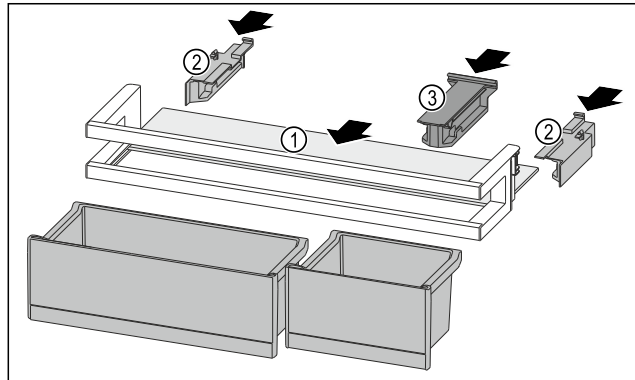

Fig. 118
- ▶ Вкарайте рафта Fig. 118 (1) в страничните прорези.
- ▶ Поставете страничните части Fig. 118 (2).
- ▶ Поставете задържащата част Fig. 118 (3).